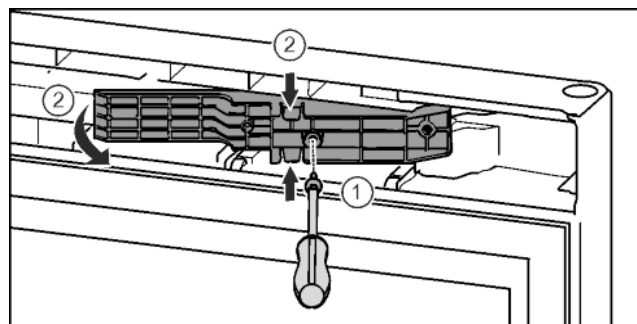

Fig. 15*
- ▶ Schrauben mit Schraubendreher T15 lösen. Fig. 15 (1)*
- ▶ Adapterstück herausziehen. Fig. 15 (2)*